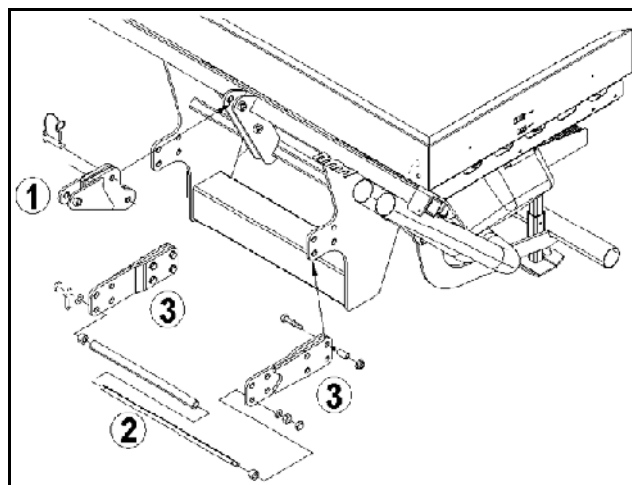

Fig. 35
1. Fissare la prolunga della barra di accoppiamento superiore (Fig. 35/1) con due perni all'FRS ed assicurarla con una spina a scatto.
2. Scollegare l'alloggiamento della barra di accoppiamento inferiore (Fig. 35/2) dai punti di attacco della barra inferiore standard.
3. Fissare l'alloggiamento della barra di accoppiamento inferiore alle prolunghe della barra stessa (Fig. 35/3) Prestare attenzione al corretto montaggio della protezione antirotazione.